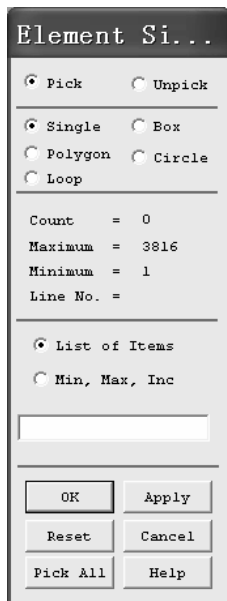
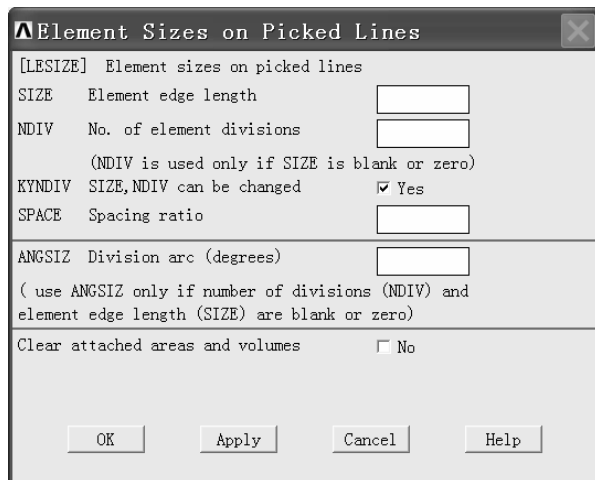

图 10-73 “Element Si...” 窗口
图 10-74 “Element Sizes on Picked Lines” 窗口
- (1) 依次选择 Main Menu>Preprocessor>Meshing>MeshTool, 弹出“Mesh Tool”窗口。
- (2) 单击“Mesh Tool”窗口中“Lines”后的“Set”按钮, 弹出“Element Si...”窗口(见图 10-73), 单击“Pick All”按钮, 弹出“Element Sizes on Picked Lines”窗口(见图 10-74), 在该窗口“SIZE Element edge length”后的输入框中输入“0.0015”, 然后单击“OK”按钮。